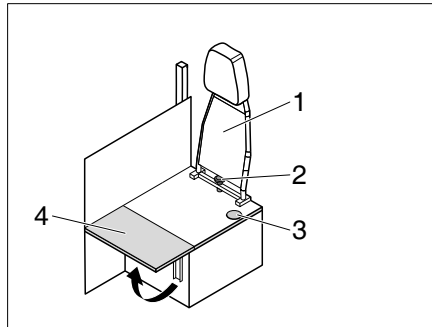

Fig. 214 Trasformazione da posizione di marcia a posizione abitativa
- Svitare la vite con manopola a stella (Fig. 214,2) e togliere lo schienale (Fig. 214,1) verso l'alto.
- Sollevare la prolunga del divanetto (Fig. 214,4).
- ▷ Per la trasformazione dalla posizione abitativa alla posizione di marcia procedere in ordine inverso. Prestare attenzione a condurre la cintura di sicurezza attraverso l'apertura (Fig. 214,3).